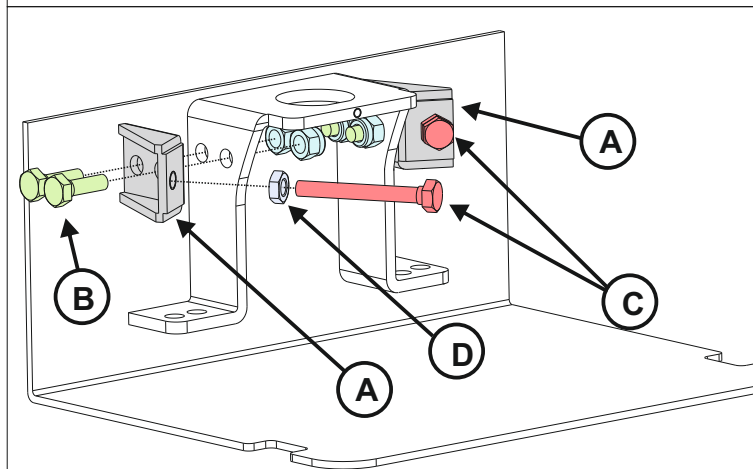
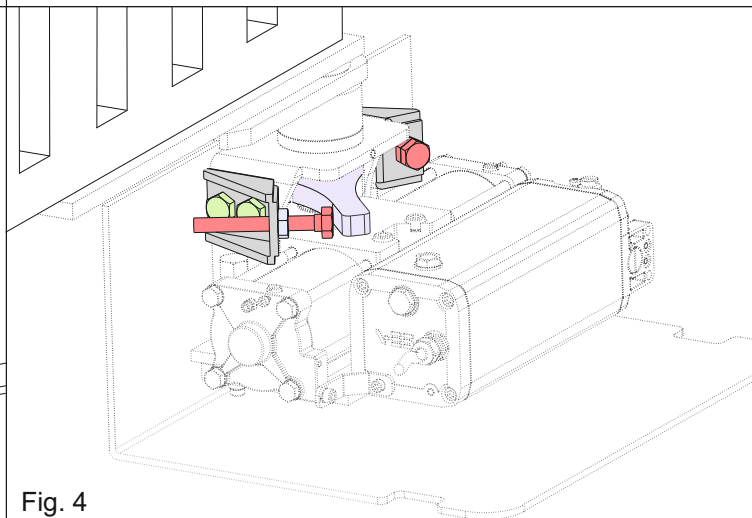

Fig. 3
Fig. 4
3. Insertar los dos tornillos de tope «C» en los soportes «A» utilizando los bulones «D», como se muestra en Fig. 3 y Fig. 4